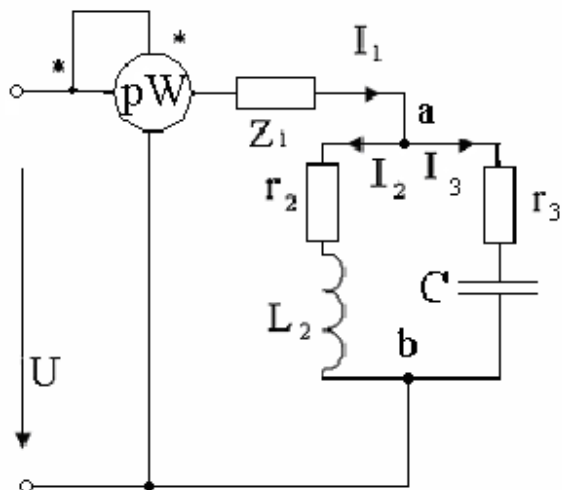

Рис. 85
64. Определить при каком характере и значении сопротивления z_1 показания ваттметра в цепи (рис. 85) будет наибольшим. Чему равно показание ваттметра при этом режиме, если $x_{L2}=6$ Ом, $x_{C3}=5$ Ом, $r_3=12$ Ом, $r_2=8$ Ом, $U=110$ В? Построить векторную диаграмму.